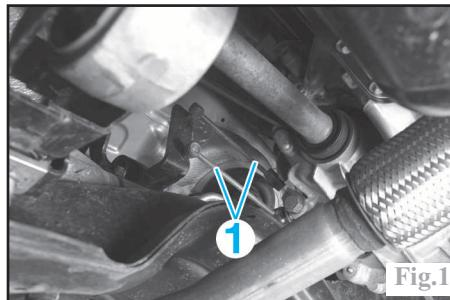

Fig.1
-les 2 biellettes (1) (Fig.1).
-les bielles de commande des vitesses (1) (Fig.1) et (3) (Fig.5).